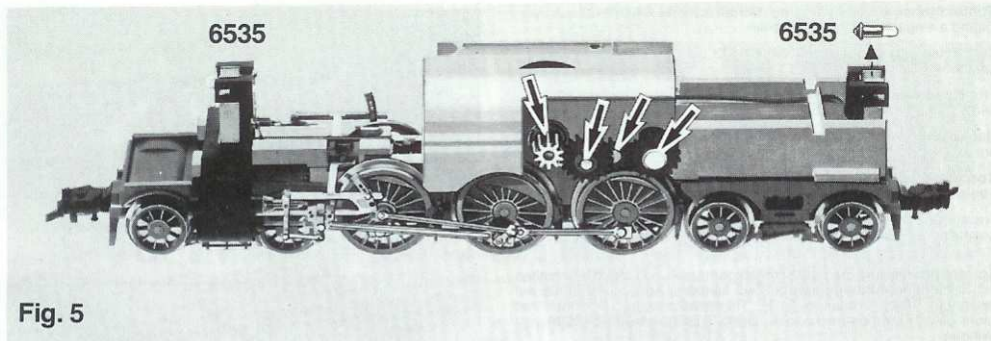

Fig. 5
**Wechseln der Glühlampen:** Halterung etwas aufspreizen und nach hinten schieben. Lampe nach oben herausnehmen. Einbau erfolgt in umgekehrter Reihenfolge (Fig. 5).
**Exchanging the bulbs:** Gently push to the rear, and remove bulb upwards. Installation in the opposite order (fig. 5). **Spare bulb: 6535.**
**Remplacement de l'ampoule:** Soulever légèrement la lamelle de fixation et la glisser vers l'arrière. Retirer l'ampoule vers le haut. Le remontage se fait en sens inverse (fig. 5). **Ampoule de rechange: 6535.**
**Lampjes verwisselen:** Het contact voorzichtig naar achteren buigen. Lampjes uit de houder nemen. Nieuw lampje in omgekeerde volgorde erin (fig. 5). **Reservegloeilampje: 6535.**
**Udskiftning af pærer (6535):** Holderen spredes lidt og trækkes bagud. Pæren løftes ovenud. Montering i omvendt rækkefølge (Fig. 5).
**Sostituzione della lampadina ad incandescenza:** Allargare un po' il supporto e spingerlo indietro, estrarre la lampadina verso l'alto. Per il montaggio, procedere in senso inverso (fig. 5). **Lampadina di ricambio: 6535.**